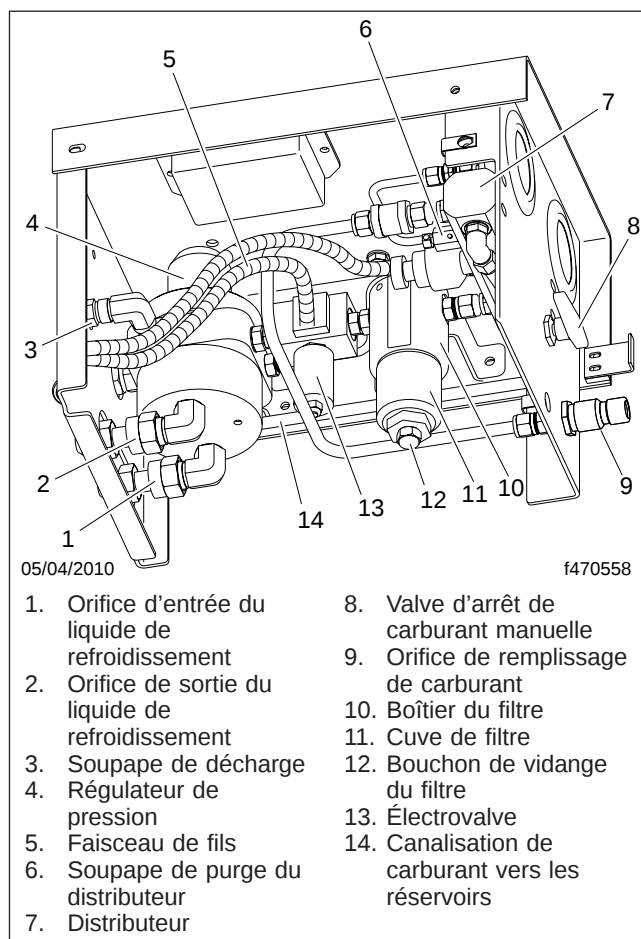

Fig. 21.17, Composants du tableau du circuit d'alimentation à GNC
- 2.4 Ouvrez lentement la soupape de purge du distributeur pour évacuer la pression de carburant résiduelle du système. Voir la figure 21.17.